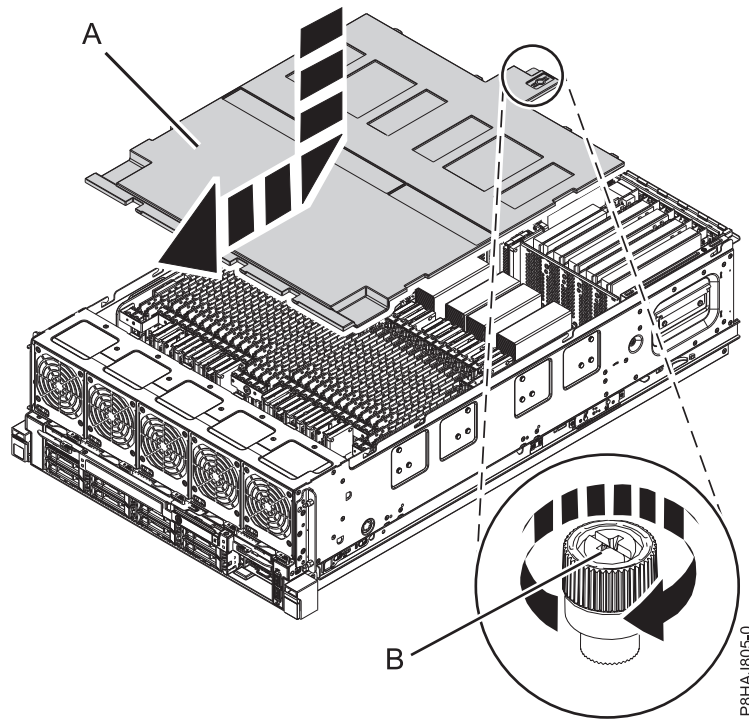

Figura 29. Sustitución de la cubierta de seguridad
2. Presione la cubierta de seguridad (A) hacia el chasis.
3. Apriete el tornillo de mano (B) girándolo en la dirección que se muestra en Figura 29 en la página 49 para fijar la cubierta de seguridad en el chasis.